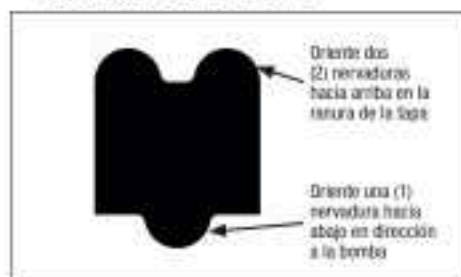

Figura 19. Sección transversal del sello de la tapa
3. Inserte el sello en la ranura de la tapa con las dos (2) nervaduras mirando hacia adentro en la ranura de la tapa y la única (1) nervadura mirando hacia afuera en dirección a la bomba. Consulte la Figura 19 para ver un corte transversal.